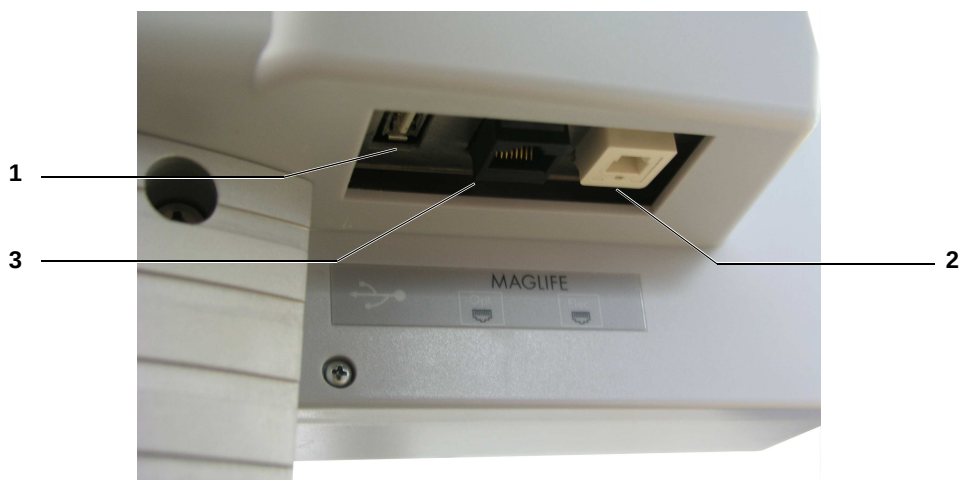
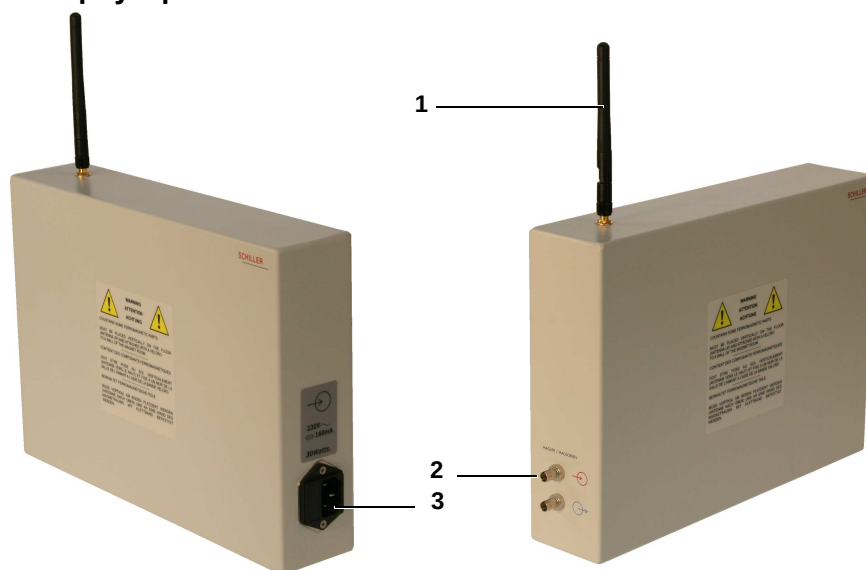

**Рис. 6.3** Разъемы для внешнего оборудования
Рис. 6.10 WiFi-роутер
- (1) Антенна (WiFi-соединение с **MAGLIFE S**)
- (2) Принтер
- (3) Разъем для внешнего оборудования (см. Рис. 6.3 'Разъемы для внешнего оборудования')
- (4) Разъем для подключения к электросети
- (5) Кнопка Вкл./Выкл.
Оптоволоконный кабель подсоединяется к разъему **3** (Рис. 2.3 'Элементы управления на задней панели MAGLIFE S') на задней панели **MAGLIFE S** и разъему **2** (Рис. 6.3 'Разъемы для внешнего оборудования') на **MAGSCREEN S**.
Используя оптоволоконный кабель между **MAGSCREEN S** и WiFi-роутером: устанавливается оптическое соединение между разъемом 2 (Рис. 6.10 'WiFi-роутер') по клетке Фарадея через оптический волновод к разъему 2 (Рис. 6.3 'Разъемы для внешнего оборудования').
WiFi-роутер должен быть подсоединен к сетевому коммутатору через оптоволоконный кабель. **MAGSCREEN S** подсоединяется к коммутатору через кабель RJ45. Оптическое соединение устанавливается между разъемом **2** (Рис. 6.10 'WiFi-роутер') по клетке Фарадея через оптический волновод и оптоволоконным портом сетевого коммутатора. Ethernet-соединение устанавливается между портом RJ45 коммутатора и разъемом **3** (Рис. 6.3 'Разъемы для внешнего оборудования').
Используя точку доступа: соединение устанавливается между разъемами для оптоволоконного кабеля (см. 2 Рис. 6.10 'WiFi-роутер') WiFi-роутера и сетевого коммутатора по клетке Фарадея через оптический волновод. Точка доступа соединяется с сетевым коммутатором при помощи Ethernet-кабеля (RJ45). Между **MAGSCREEN S** и точкой доступа устанавливается беспроводное (WiFi) соединение.